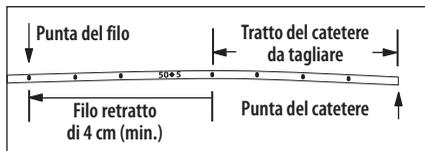

Figura 2
8. Ritirare il mandrino di irrigidimento attraverso il setto per retrarre il filo di almeno 4 cm dietro al punto di taglio del catetere (vedere la Figura 2).